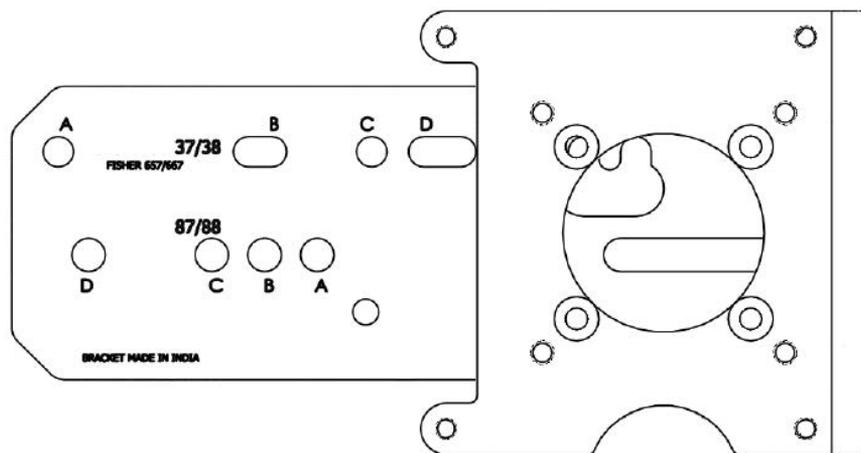

Figura 15 - Staffa di montaggio della valvola alternata
2. Montare la staffa di montaggio per movimento alternativo all'unità SVI II AP sull'attuatore utilizzando due (2) viti a testa incassata 5/16 - 18 UNC. La posizione di montaggio della staffa dipende dalle dimensioni e dalla corsa dell'attuatore. Fare riferimento alla Figura 15 a pagina 45 e alla Figura 6 a pagina 46.
11. Regolare il tirante sino a quando il foro della leva dell'unità SVI II AP è in linea con il foro di indicazione nel supporto. Serrare entrambi i controdadi del tirante di connessione. Vedere la Figura 15 a pagina 45.